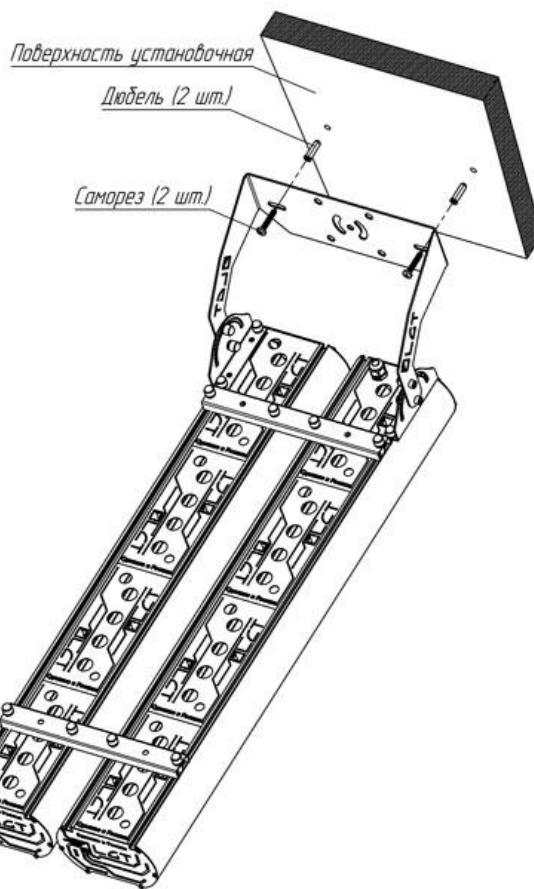

Рис. 7
6.7.6 Закрепить светильник на установочной поверхности. Рис. 7.